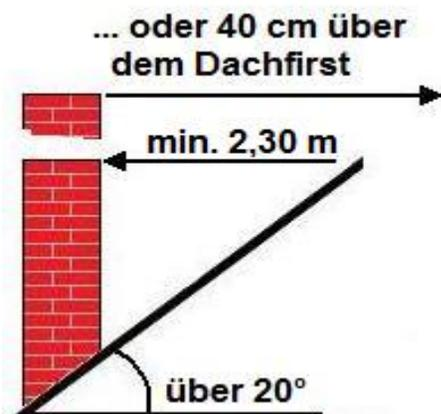

Bild 2
(2) Bei Dachneigungen über 20 Grad muss der horizontale Abstand der Schornstein-Mündung zur Dachhaut min. 2,30 m betragen oder den Dachfirst um min. 40 cm überragen (Bild 2).